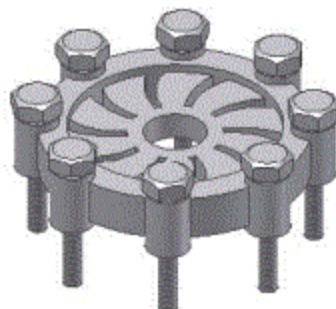

图3-41 完成阵列
【例9】 用关联阵列完成如图3-41所示零部件的装配。
- 1) 如图3-41所示的零部件。在功能块上选择“”，打开“阵列零部件”对话框，该对话框默认状态下为特征阵列选项卡。
- 4) 单击“确定”按钮完成阵列，如图3-41所示。